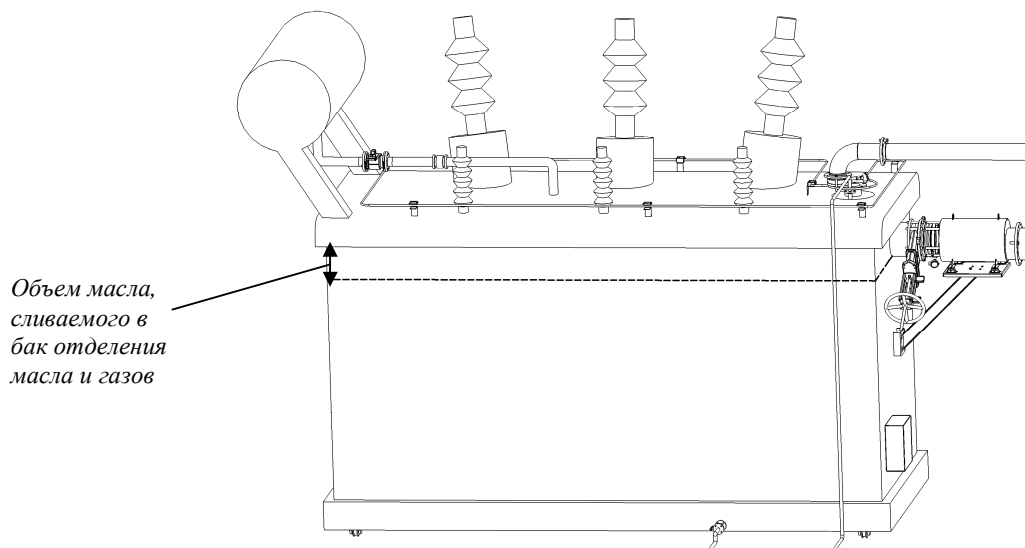

Рисунок 5: Объем масла, сливаемого в бак отделения масла и газов
- **Объем** - объем бака отделения масла и газов может быть разным, в зависимости от геометрии трансформатора и места подсоединения модуля депрессюризации ТР. Конструкция бака должна предусматривать вмещение (как минимум) объема масла трансформатора между верхним уровнем крышки трансформатора и нижним уровнем фланца модуля депрессюризации SERGI (см. рис. 5). Объем расширителя не учитывается, так как клапан расширителя SERGI отсекает его после срабатывания системы TRANSFORMER PROTECTOR. Объем бака отделения масла и газов должен быть официально согласован отделом проектов компании SERGI.